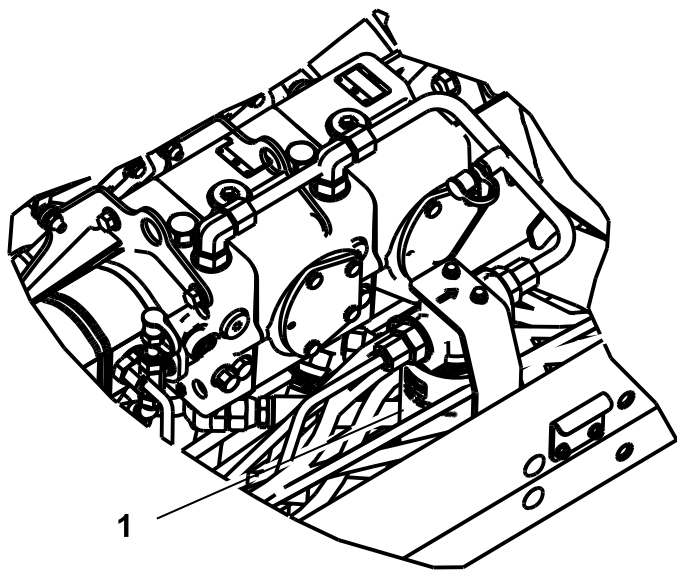

Figura 76
2. Limpe zona à volta da área de montagem do filtro e coloque um recipiente de drenagem por baixo do filtro (Figura 76).